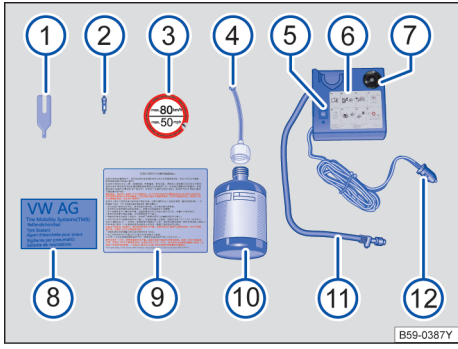

图 228 示意图：轮胎紧急套件的组件
轮胎紧急套件位于行李厢地板下。它由以下组建构成→图 228:
- ✓ 将轮胎紧急套件中的贴纸→图 228③ 黏贴到仪表盘上驾驶的视野范围内。
- 用气门芯扳手→图 228① 将气门芯从轮胎气门中旋出，然后放置到干净的垫子上。
- 将补胎胶瓶→图 228⑩ 用力来回摇晃几下。
- 将充气软管→图 228④ 顺时针方向牢固拧到补胎胶瓶上。封盖上的薄膜自动刺穿。
- 除去充气软管→图 228④ 的封盖，将开放端完全插到轮胎气门上。
- 将气门芯用气门芯扳手→图 228① 重新旋入轮胎气门中。
- 将空气压缩机的轮胎充气软管→图 228⑪ 牢固拧到轮胎气门上。
- 将 12 伏电缆插头→图 228⑫ 插入 12V 电源插座中→第 173 页。
- 通过开关→图 228⑤ 开启空气压缩机。
- 让空气压缩机运转，直到达到 2.0–2.5 bar (29–36 psi / 200–250 kPa) →▲。最大运行时间 8 分钟→①。
重新连接轮胎充气软管→图 228(11)，然后在胎压表 ⑦ 上读取胎压。